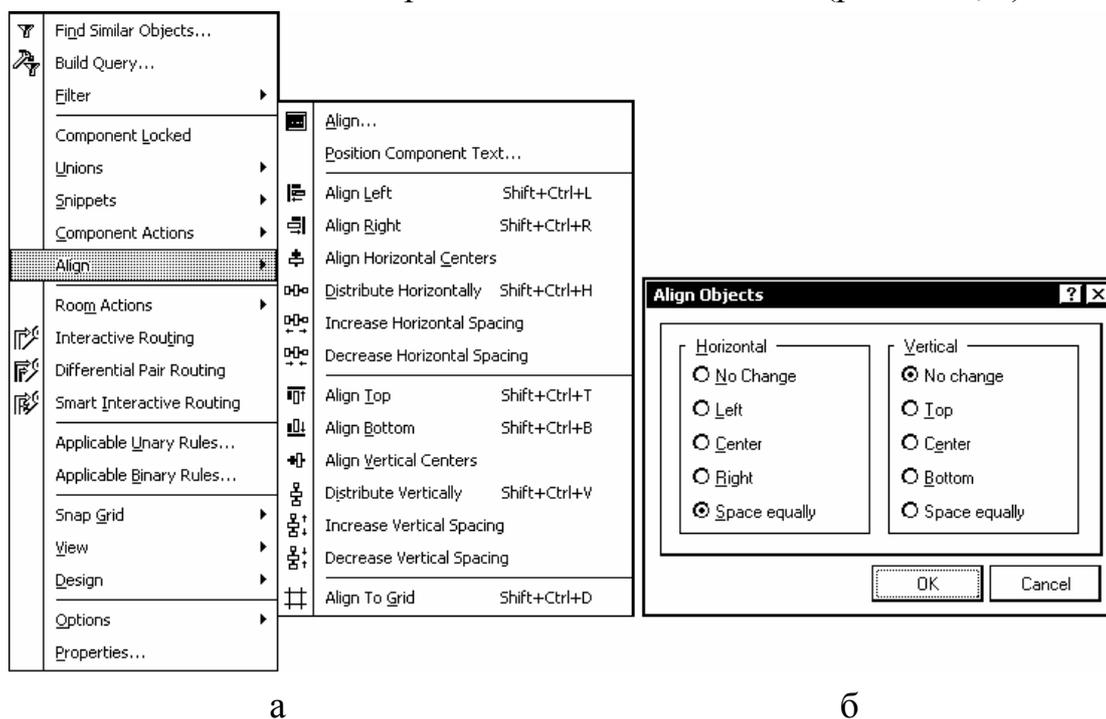

Рис. 6.12
2. Навести курсор на один из селектированных компонентов и щелчком правой клавиши мыши активизировать контекстное меню (рис. 6.12, а).
- Align – при активизации этой подкоманды вызывается диалоговое окно (рис.6.12, б), в котором могут быть активизированы 8 из 14-ти команд, перечисляемых далее;